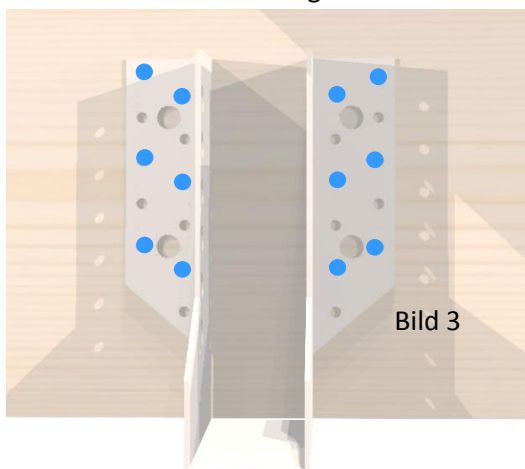

Bild 3
4. Skruva balkskon med ankarskruv enligt (bild 3) **Tips!** Lägg en regel 45x220 i balkskon och kontrollerar så regelns ovkant hamnar i samma höjd som långsidans regel.